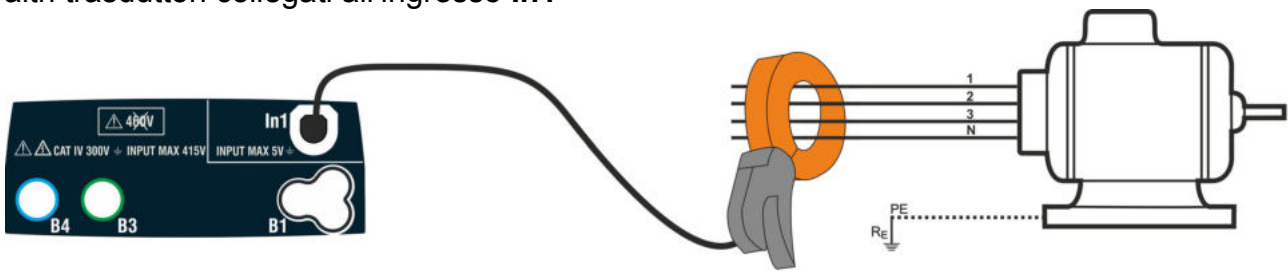
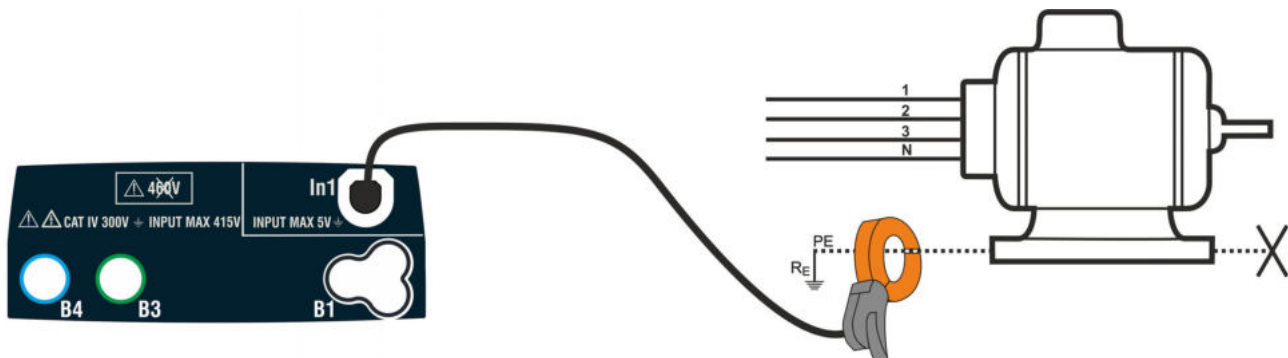

Fig. 33: Misura indiretta della corrente di dispersione in impianti trifase
Fig. 34: Misura diretta della corrente di dispersione in impianti trifase
4. Per misure indirette della corrente di dispersione collegare la pinza esterna in accordo alla Fig. 33. Per misure dirette della corrente di dispersione collegare la pinza in accordo alla Fig. 34 e scollegare le eventuali connessioni aggiuntive di terra che potrebbero influenzare i risultati della prova